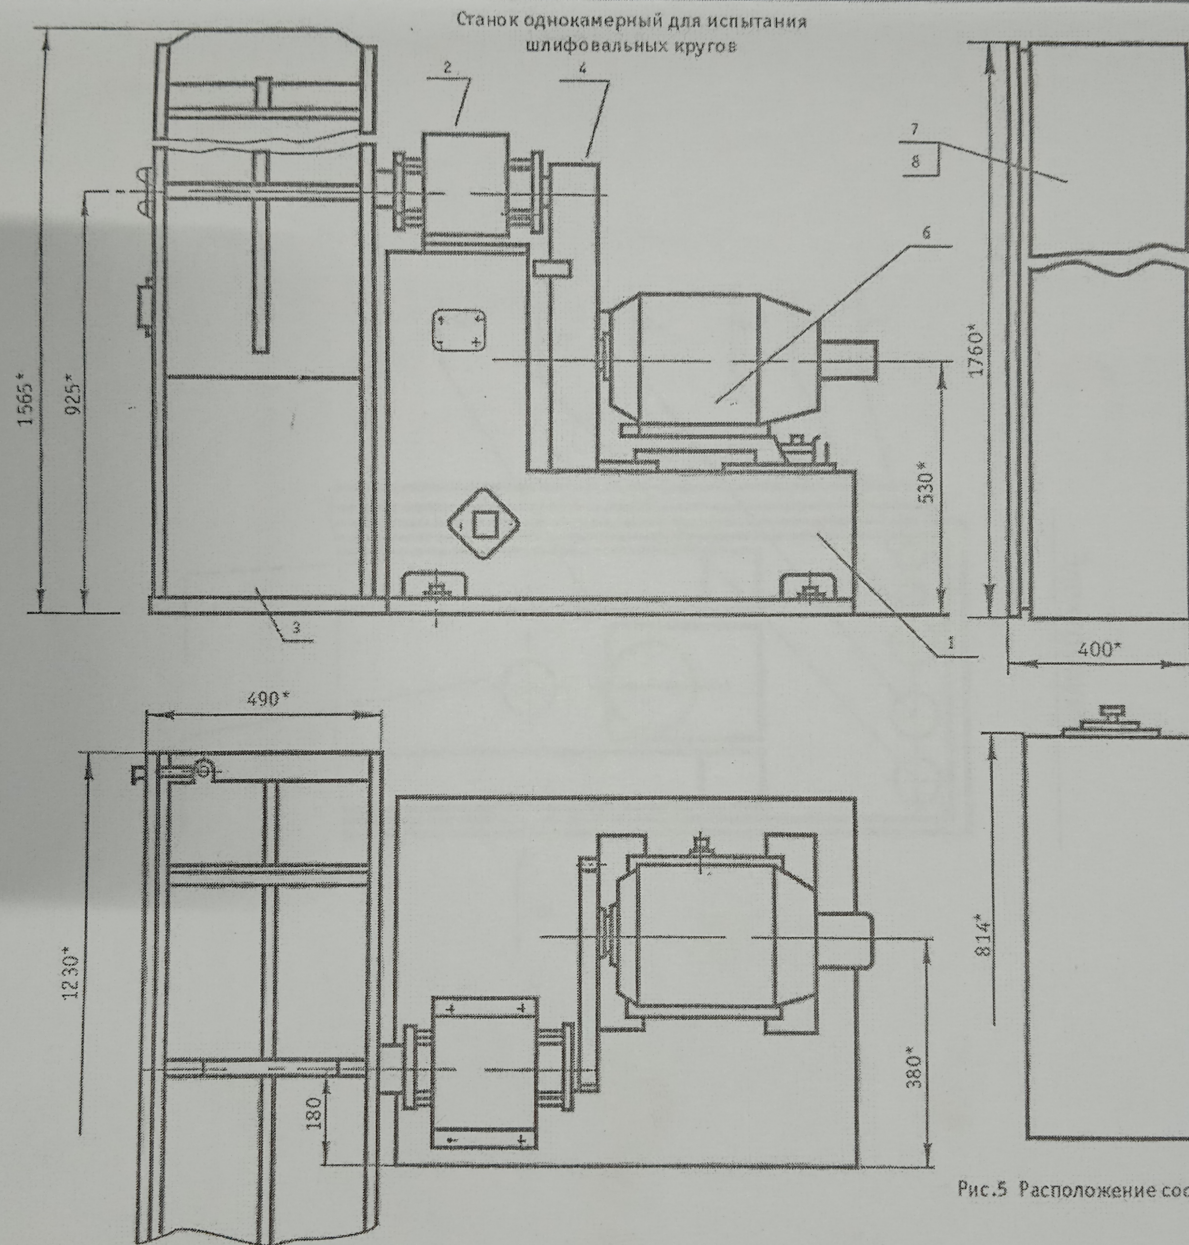

Рис.5 Расположение составных частей
5.1. Изображение станка с указанием составных частей (рис. 5).